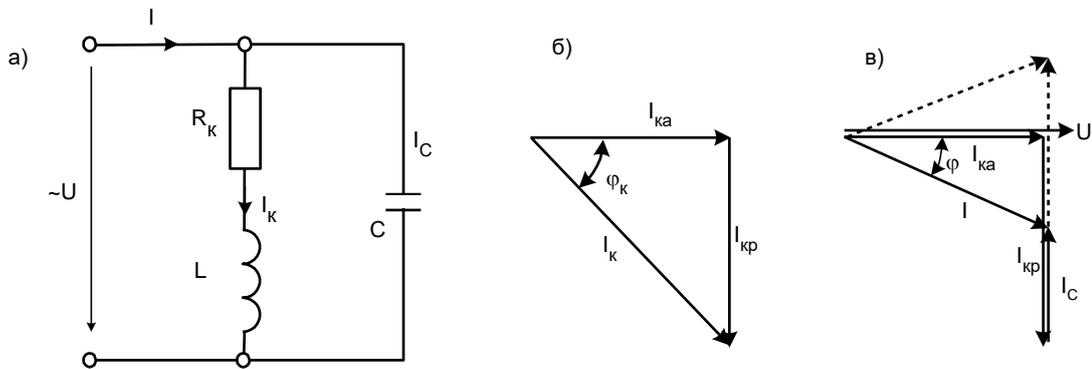

Рис.10.2
Если катушка, обладающая индуктивностью L и активным сопротивлением R соединена параллельно с конденсатором ёмкостью C (рис.10.2а), то напряжение на них одно и то же, а ток I на входе цепи представляет сумму тока в катушке I_k , отстающим от напряжения на угол φ , и тока в конденсаторе I_c , опережающего напряжение на 90° .
Для сложения токов сначала представим ток в катушке в виде двух составляющих: активной $I_{ка}$, и реактивной $I_{кр}$, как показано на рис.10.2б, а затем нарисуем из конца вектора $I_{кр}$ вектор тока в конденсаторе (рис. 10.2.в), опережающий напряжение на 90° и получим суммарный ток. Из векторной диаграммы следует, что
- Соберите цепь (принципиальная схема рис. 10.2, монтажная – 10.3), включив в каждую ветвь по миниблоку для подключения амперметра. Конденсаторы в первом опыте не включайте.